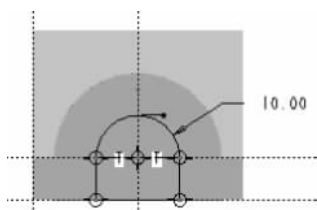

图 3-26 绘制草图
⑤ 绘制草图,如图 3-26 所示,单击【完成】按钮 。
(2) 单击【形状】区域上的【拉伸】按钮 , 出现【拉伸】选项卡。
① 单击【图形】工具栏上的【已保存方向】按钮 , 切换视图为【标准方向】;
② 单击【穿透】按钮 ;